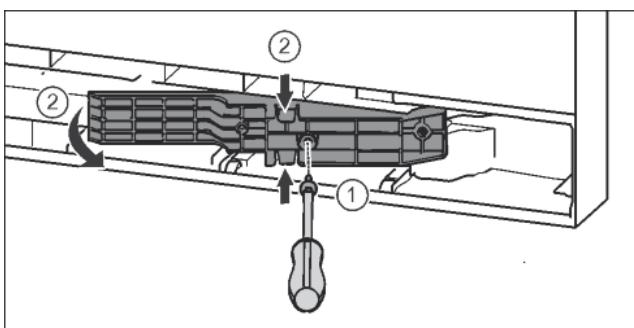

Fig. 22\*
- Отпустить винты отверткой T15.\* Fig. 22 (1)
- Извлечь деталь адаптера.\* Fig. 22 (2)